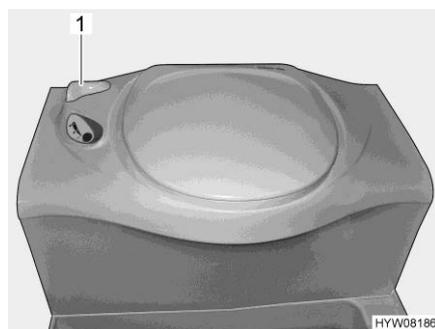

Fig. 158 Toilettes Thetford
- Avant d'actionner la chasse d'eau, ouvrir le curseur des toilettes Thetford. Tourner pour cela le levier du curseur (Fig. 158,1) dans le sens inverse des aiguilles d'une montre.
- Après avoir actionné la chasse d'eau, fermer le curseur. Tourner le levier du curseur (Fig. 158,1) dans le sens des aiguilles d'une montre.